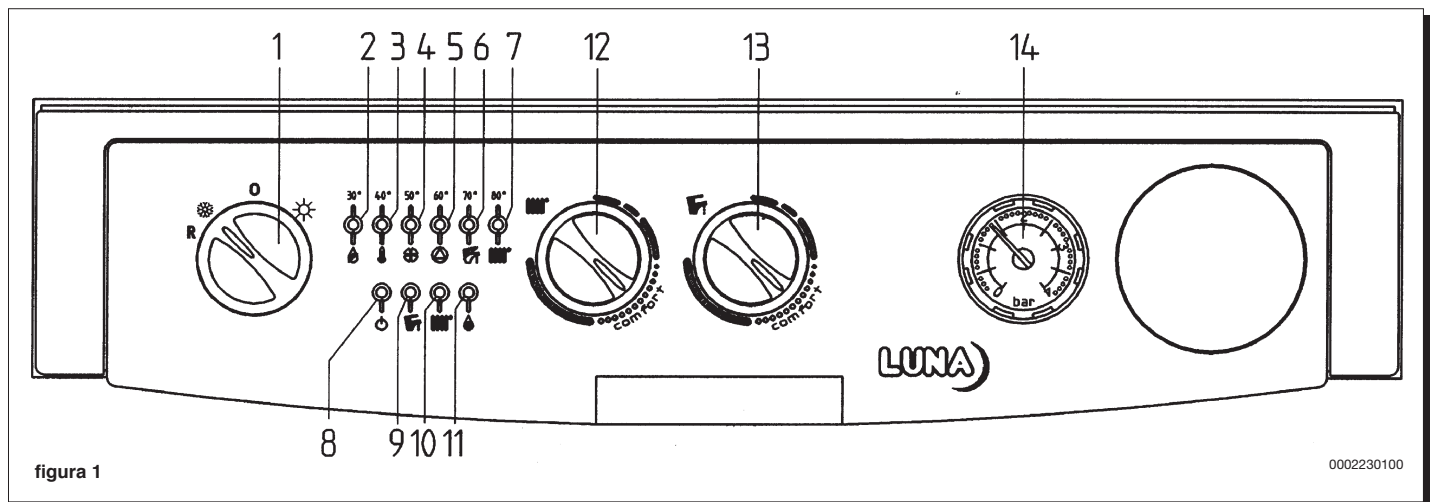

figura 1
Importante: Per abilitare le funzioni del telecontrollo è necessario che il selettore (1) di figura 4 non sia in posizione 0. Le spie di funzionamento caldaia (10 e 9 figura 4) lampeggeranno in caso di richiesta calore rispettivamente in riscaldamento o sanitario. I dispositivi per la regolazione delle temperature (12 e 13 di figura 1) non sono abilitati.